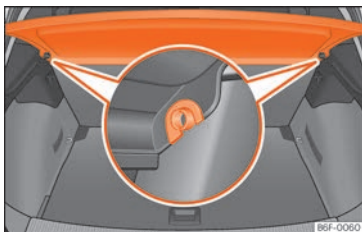

Abb. 163 Im Gepäckraum: Gepäckraumabdeckung aus- und einbauen.
- Drücken Sie die Abdeckung aus den Seitenhalterungen »» Abb. 163 aus, indem Sie diese nach oben ziehen und herausnehmen.
- Führen Sie die Abdeckung horizontal ein, so dass das „Hufeisen“ über den Achsen der Halter »» Abb. 163 liegt und drücken Sie die Abdeckung nach unten, bis sie einrastet.